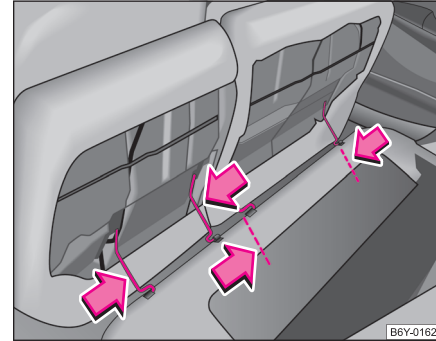

Fig. 56 Demontarea scaunelor din spate
- Apăsăți mânerul de sârma în sensul săgeții ⇒ fig. 56 și scoateți bancheta din suport.